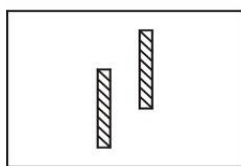

Figura 55
(2) Foria vertical
Gire la perilla de la lente auxiliar ②1 para configurar el ojo izquierdo en 10ΔI para que las columnas de letras estén completamente separadas. Si el paciente tiene foria vertical, se mostrará como la figura 55. Luego, gire el prisma giratorio hacia el otro ojo, con una escala de 0 horizontal (como se muestra en la figura 57). Gire la perilla de rotación del prisma ⑪ para que no haya diferencia entre el superior y el inferior (ver Fig.56). Luego, la escala del prisma giratorio indica el poder de foria vertical.